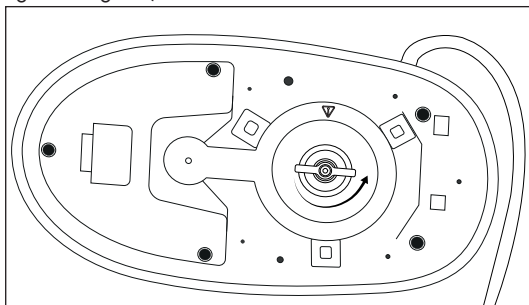
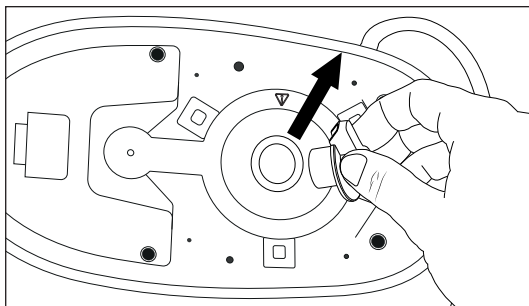

Fig. 11
Fig. 12
- 3) Desaperte o fecho da câmara de vapor **7** no sentido contrário aos ponteiros do relógio e remova o fecho da câmara de vapor **7** do orifício (ver fig. 11 e fig. 12).